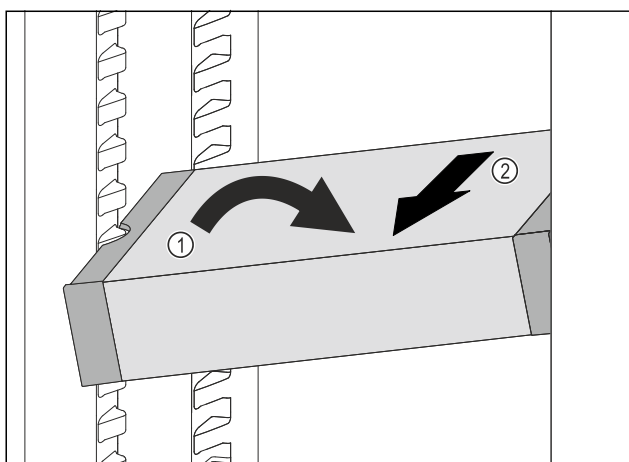

Fig. 204
- ▶ VarioSafe postavte v chladničce šikmo. Fig. 204 (1)
- ▶ VarioSafe odeberte směrem dopředu. Fig. 204 (2)